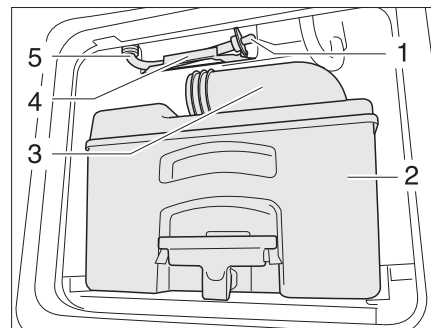

Fig. 111 Conduittura di scarico serbatoio dell'acqua toilette
- ▶ Svuotare e pulire la cassetta (Fig. 111,2) in un punto di smaltimento appositamente previsto.
- ▶ Far aprire i bocchettoni di scarico (Fig. 111,3).
- ▶ Prendere la condotta di scarico (Fig. 111,5) dal supporto (Fig. 111,4).
- ▶ Togliere il tappo di scarico (Fig. 111,1) e far defluire l'acqua residua.